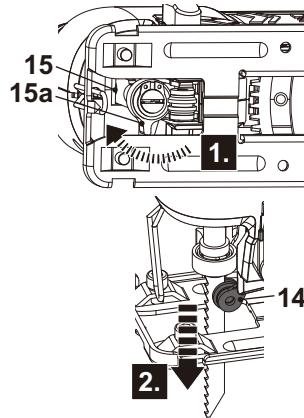

Fig. 2
- > Destravar o suporte da lâmina da serra (15) rodando a manga de bloqueio (15a) no sentido contrário ao dos ponteiros do relógio e mantê-la em posição. (Fig.2).